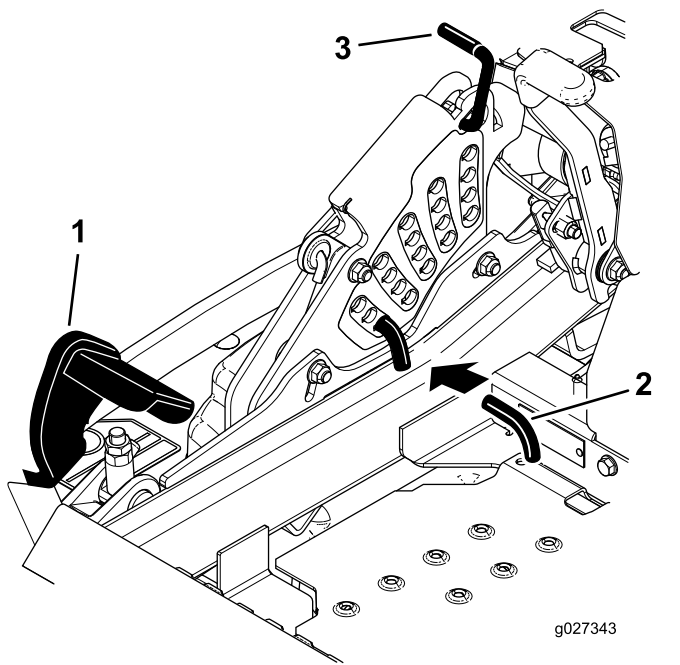

Figure 85
5. Enfoncez complètement la pédale de relevage du tablier de coupe pour verrouiller le tablier à la position de transport de 14 cm (5½ po) (Figure 85).